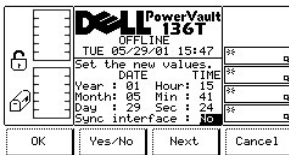

Figure 74. Setup > Utils > Date/Time > Dialogue Sync
- 1 Si la touche de fonction **Next** est enfoncée, le champ suivant de la liste devient le champ actif. Si le champ suivant est le dernier champ, reportez-vous à la Figure 74.